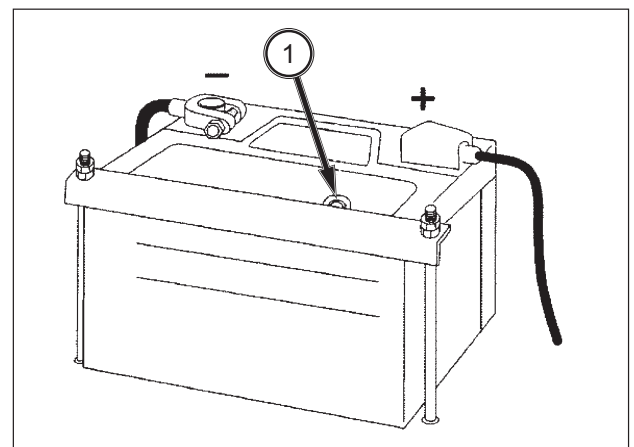

ABB. 145
**ABB. 145:** Die farbige Batterieanzeige (1) zeigt den Batteriezustand an. Die Maschine zur Überprüfung der Batterie auf ebenem Untergrund abstellen und die Anzeige an der Oberseite der Batterie überprüfen.